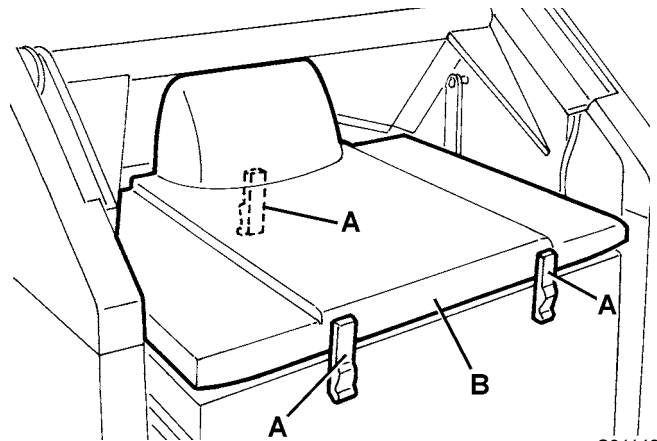

Figure 12
1. Porter la machine sur un sol plat et activer le frein de stationnement à l'aide de la pédale (76) et du levier (69).
2. Tourner la clé de contact (68) sur "0".
3. Ouvrir le coffre (22) et le bloquer à l'aide de la tige de support (37).
4. Débrancher le connecteur (25) des batteries.
5. Dégager les dispositifs de retenue (A, Fig. 12) et enlever le couvercle (B) du filtre à poussière.